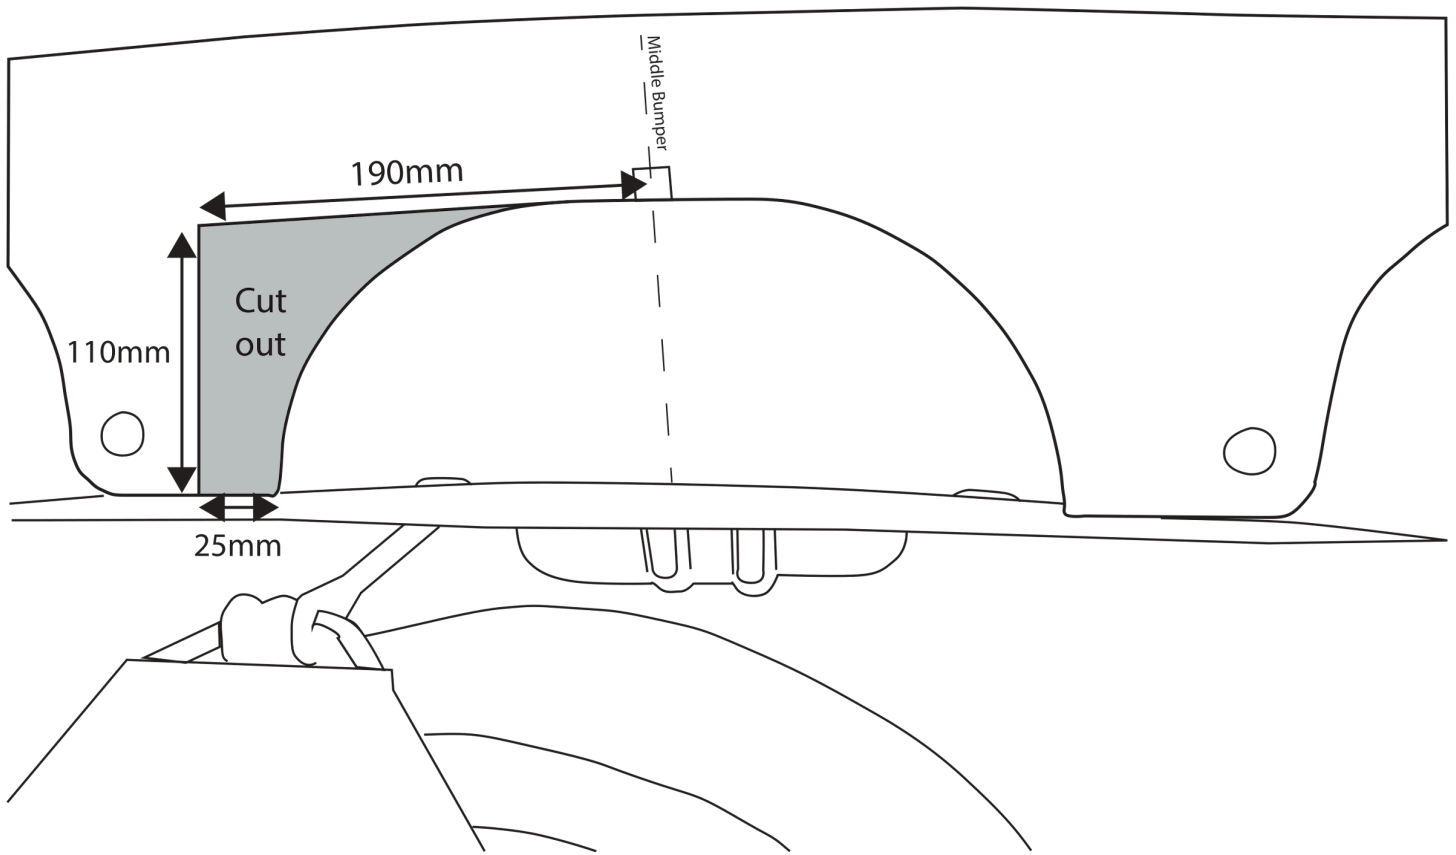

Fig. 4
9. Toyota ProAce 2024 -> Выпилить обозначенную часть, как указано на рис. 4.